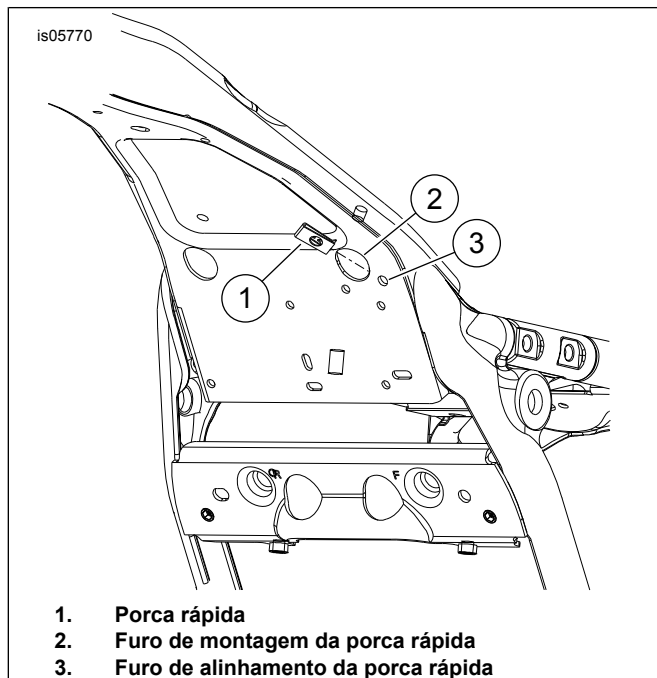

Figura 2. Instale a porca rápida
1. Veja a figura 2. Instale a porca rápida (1) no furo de montagem (2). Alinhe o orifício da porca rápida com o furo de alinhamento (3). Siga as instruções incluídas no kit do defletor de ar da estrutura intermediária para instalar as quatro porcas de crimpar especiais.